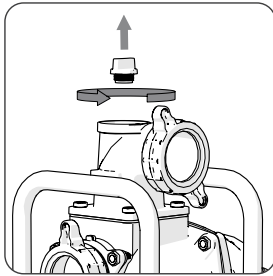

Fig 4
- Rimuovere il tappo dalla parte superiore della pompa. (Fig. 4)